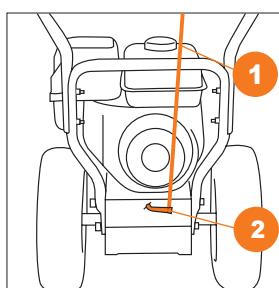

Рис. 7
- Подсоедините штангу рычага выбора передач ① к кронштейну привода ② расположенного в нижней части снегоуборщика и зашплинтуйте ее (Рис. 7).